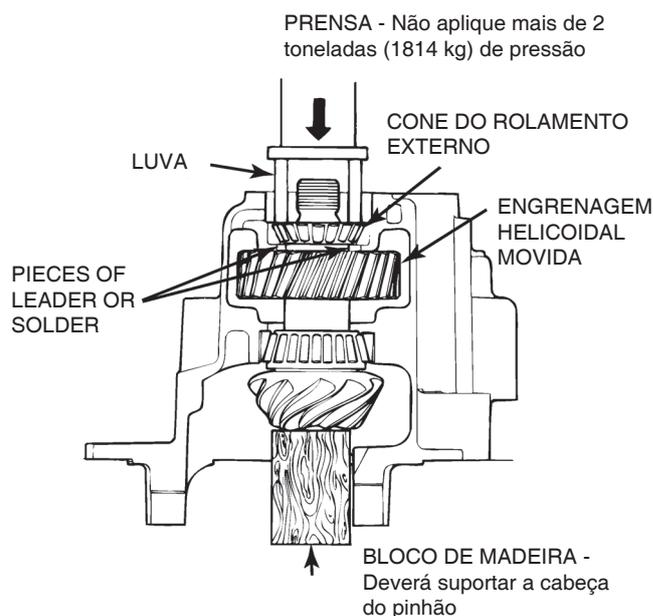

Figura 5.14
12. Remova os suportes do flange da caixa do diferencial. Coloque uma luva no topo do cone do rolamento externo. Use uma prensa para aplicar 2 ton. (1814 Kg) de força no cone do rolamento externo. A força da prensa comprime o estanho ou a solda para o tamanho correto. Não aplique mais que 2 ton. (1814 Kg de força). Figura 5.14.
18. Use uma prensa e uma luva para completar a instalação da engrenagem helicoidal movida no pinhão trativo. Use uma luva no cubo da engrenagem para introduzi-la no corpo do pinhão. Introduza a engrenagem no pinhão até a mesma tocar o espaçador. Não remova o bloco de madeira neste instante. Figura 5.14.